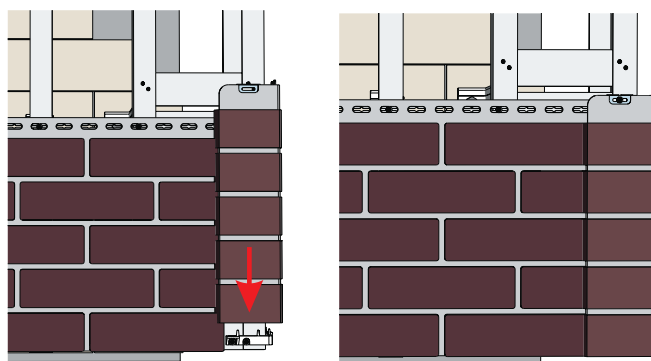
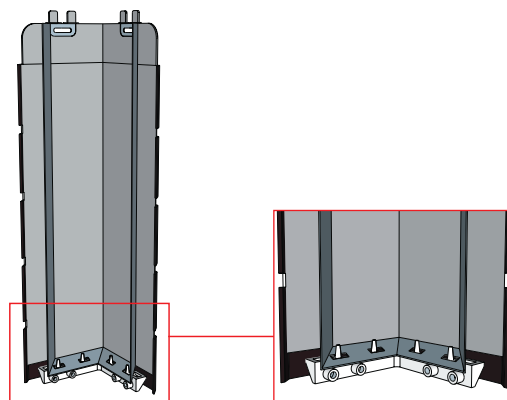

Рисунок 99
Рисунок 100
- 18.2** Вставьте угол в стартовый элемент (Рис. 99, Рис. 100), зафиксируйте угол саморезами в верхней части в перфорационное отверстие. Далее по высоте, углы вставляются и монтируются друг в друга.